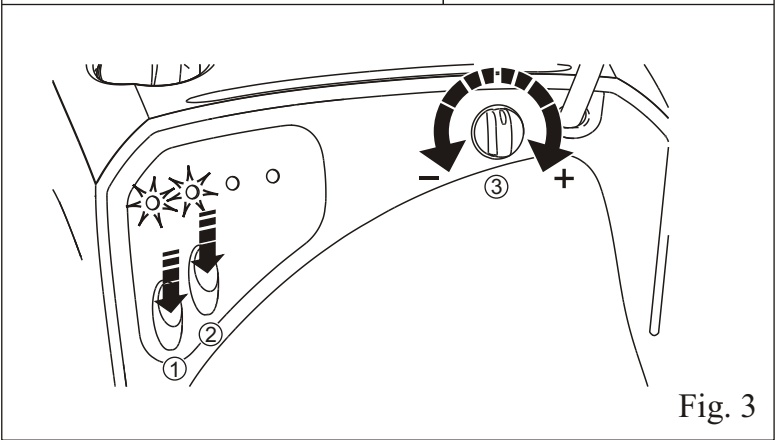

Fig. 3
5. Poner la plancha y la caldera en marcha, pulsando los correspondientes interruptores . Se iluminarán los correspondientes pilotos.(Fig. 3). A partir de este momento, NO ABRIR el tapón de seguridad, porque se está generando vapor en la caldera.
6. Girando el mando regulador de vapor en sentido horario se aumenta la cantidad de salida de vapor. Para disminuirlo proceder en sentido contrario. (Fig.3)
1. Desconectar la caldera y la plancha, pulsando los correspondientes interruptores. (Fig3.)
- 1. Desconectar la caldera y la plancha pulsando los correspondientes interruptores. (Fig.3)